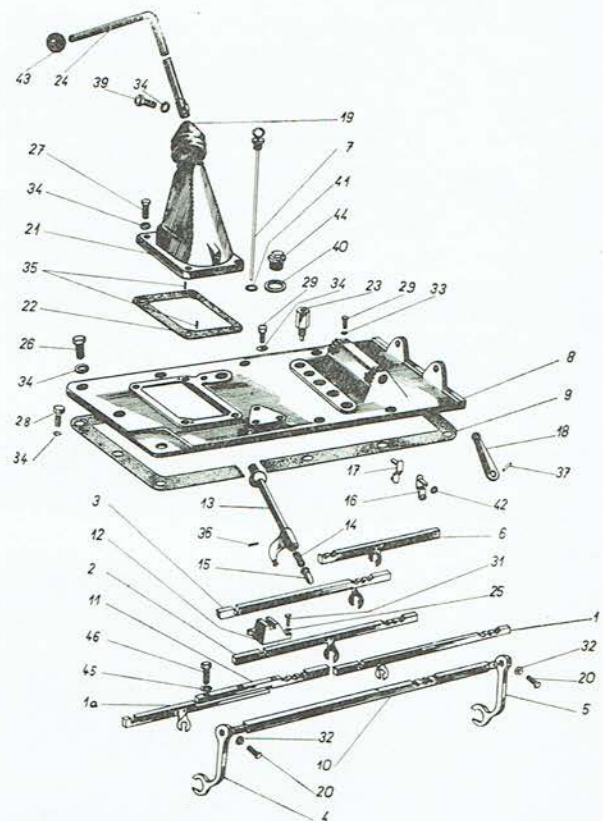

Abb. 109
1. Der Balg (Abb. 109/19) ist abziehen, die Befestigungsschraube M 8×22 (Abb. 109/39) auszuschrauben und der komplette Schalthebel abzulösen.
4. Der Ölstandmesser (Abb. 109/7) ist auszuschrauben und herauszunehmen.
6. Vier Schrauben M 8×43 (Abb. 109/27) sind aus dem Getriebegehäusedeckel auszuschrauben und
das Schaltlager (Abb. 109/21) ist gleichzeitig mit dem Unterteil der Schaltung (Abb. 109/13) durch leichtes Beklopfen aus dem Getriebegehäusedeckel zu entfernen.
8. Elf Schrauben M 8×22 sind aus dem Getriebegehäuse (Abb. 109/26) auszuschrauben. Dadurch wird gleichzeitig die Abdeckung der elektrischen Leitung im rückwärtigen Teil des Schleppers gelöst. Der Deckel ist anzuheben und abzunehmen. Die Montage ist in umgekehrter Reihenfolge durchzuführen.
Der Schalthebel (Abb. 109/24) ist in den unteren Teil der Schaltung (13) eingeschoben und mit einer Schraube (39) festgezogen. Auf einer Feder (14) ist ein Bolzen (15) gelagert, der im unteren Teil der Schaltung mit einem Stift (36) gesichert ist. Der Bolzen bewegt sich in einer Führung (12), die mittels Schrauben (31) an das Getriebegehäuse angeschraubt ist.
4. Die Schaltgabeln des V. und IV., des III. und II., des I. und Rückwärtsganges sind gleichzeitig aus der Lagerung im Getriebegehäuse herauszunehmen. Zuletzt ist die Schaltgabel der Reduktion herauszunehmen. Zum leichteren Ausschleiben der Schaltgabel muss das Rad der Reduktion auf das Nutenwellenrad aufgeschoben werden. Beim Schlepper Zetor 4511 ist die Schaltstange des IV. und V. Ganges geteilt (Abb. 109/1a, 11).